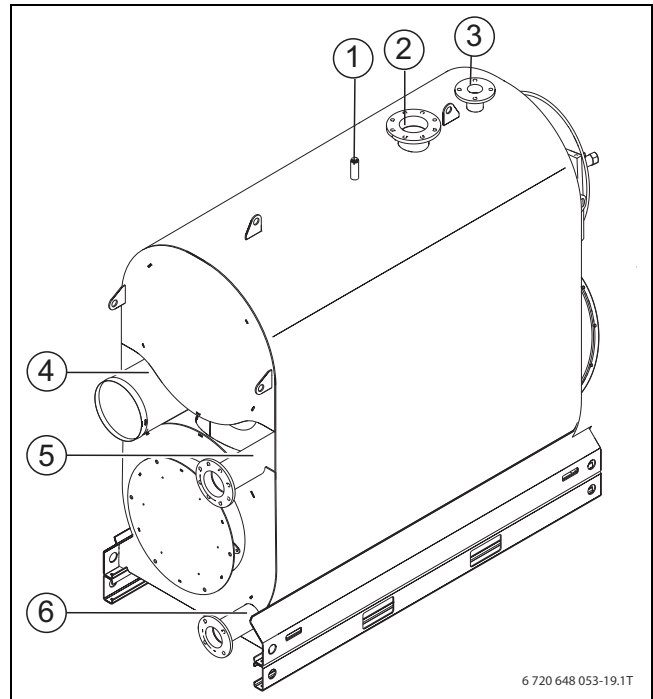

Рис. 15 Подключение котла
- ▶ Подсоедините предохранительный клапан к штуцеру подключения предохранительной подающей линии (VSL) (→ рис. 15, [3], стр. 20). В открытых системах к штуцеру (VSL) подключается предохранительная подающая линия.